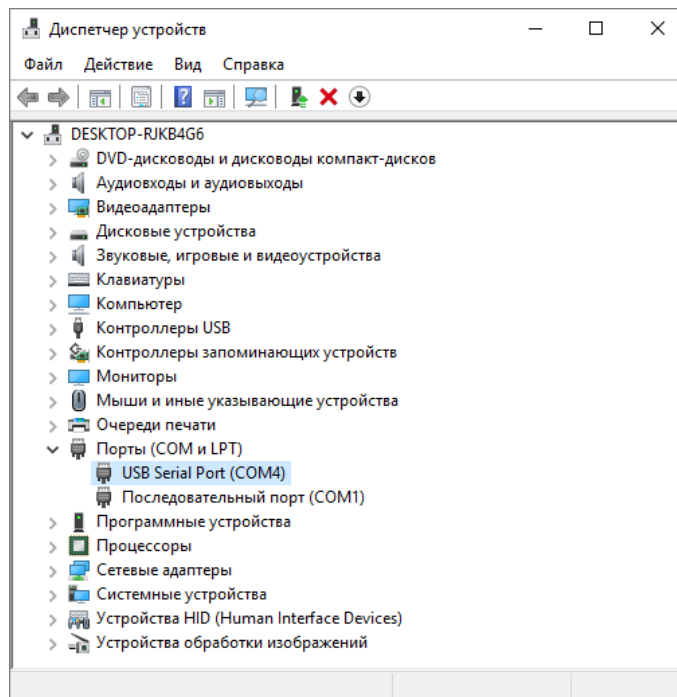

Рисунок 5. Диспетчер устройств Windows
4. Показателем успешной установки драйвера Регистратора будет наличие в диспетчере устройств Windows устройства "USB Serial Port (COMxxx)", где "xxx" – любое число от 1 до 255 (см. Рисунок 5).